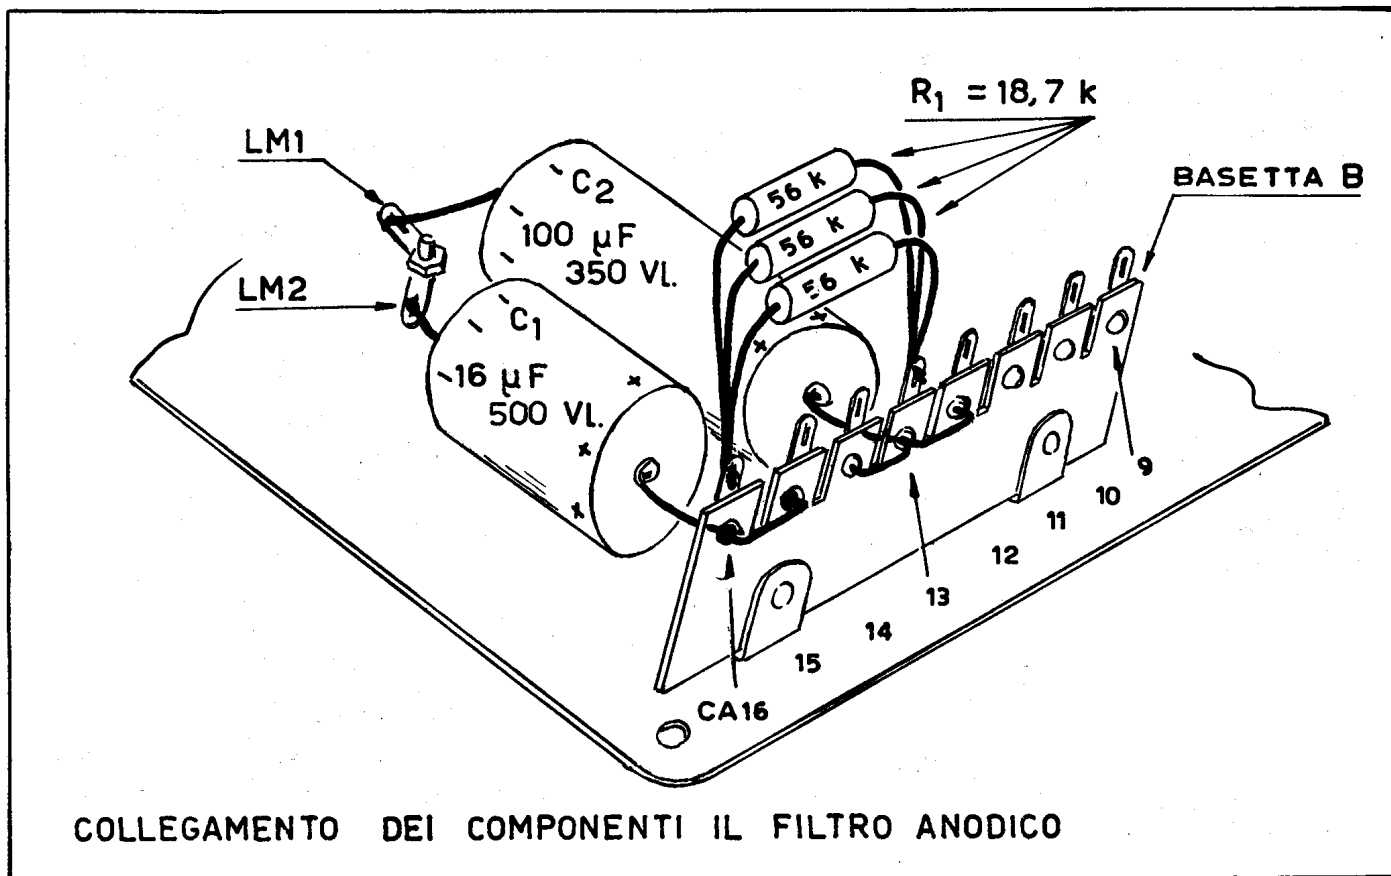

Fig. 10
a) - SALDI UN CAVALLOTTO DI COLLEGAMENTO FRA L'OCCHIELLO DEL CAPOCORDA CA15 E L'OCCHIELLO DEL CAPOCORDA CA16 DELLA BASETTA B (BASETTA DELL'ALIMENTATORE ANODICO) (fig. 10).
b) - SALDI UN CAVALLOTTO DI COLLEGAMENTO FRA GLI OCCHIELLI DEI CAPICORDA CA12 E CA14 PASSANDO SUL CAPOCORDA CA13 INTERMEDIO FRA I DUE (fig. 10).
c) - SALDI IL CONDENSATORE ELETTROLITICO C1, DA 16  $\mu$ F - 500 VOLT DI LA VORO, FRA LA LINGUETTA LM2 E L'OCCHIELLO DEL CAPOCORDA CA16 DELLA BASETTA B (fig. 10).